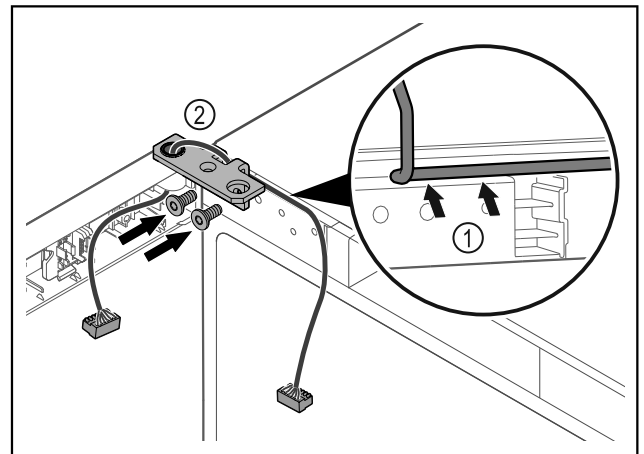

Fig. 41
- ▶ Faire passer le câble avec précaution par le trou de l'équerre de charnière Fig. 41 (1).
- ▶ Visser l'équerre de charnière Fig. 41 (2).